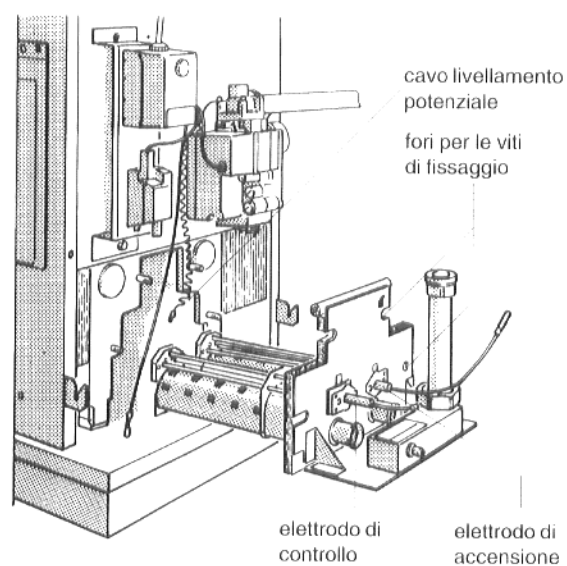

Fig. 21: Smontaggio del bruciatore
- ✳ Staccare la spina del cavo di livellamento potenziale dallo schermo del bruciatore (Fig. 21).
- ✳ Svitare le quattro viti di fissaggio allo schermo ed estrarre il bruciatore (Fig. 21).
- ✳ Smontare gli elettrodi di accensione e di controllo insieme ai relativi distanziatori dallo schermo del bruciatore (Fig. 21).